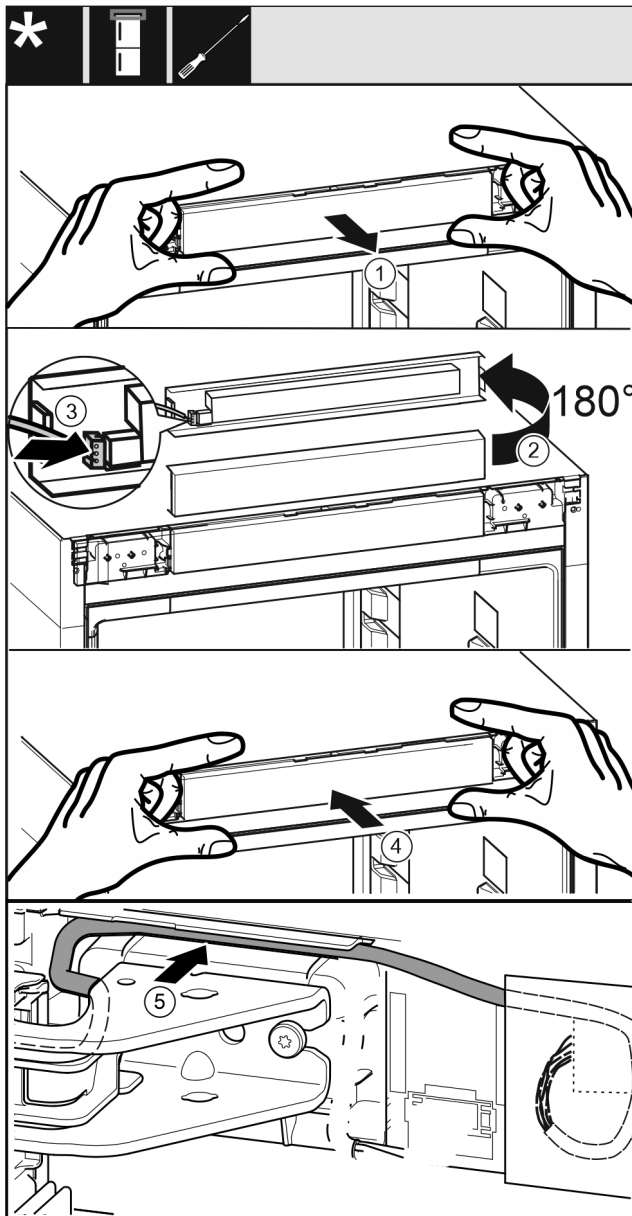

Fig. 43
- ▶ Wyjąć ostrożnie zaślepkę panelu obsługowego. Fig. 43 (1)
- ▶ Obrócić zaślepkę o 180° do góry. Fig. 43 (2)
- ▶ Podłączyć wtyczkę do zaślepki panelu obsługowego. Fig. 43 (3)
- ▶ Zaczepić z powrotem zaślepkę panelu obsługowego w urządzeniu. Fig. 43 (4)
- ▶ Szary kabel ostrożnie ułożyć w prowadnicy nad górną płytką zawiasu. Fig. 43 (5)